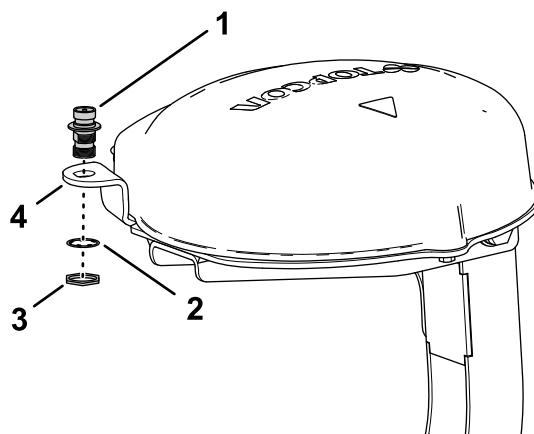

Figure 157
1. Passez le coupleur coaxial dans l'ouverture de la bride de l'antenne RTK en orientant les filetages de traversée vers le bas (Figure 157).
2. Fixez le coupleur coaxial à la bride du socle du récepteur à l'aide de la rondelle-frein et de l'écrou de blocage, et serrez l'écrou à la main (Figure 157).